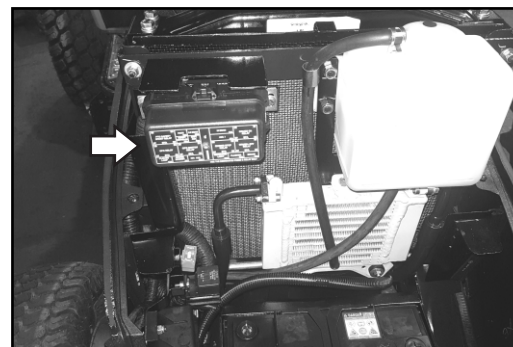

Fig. 5.21
5.21 Fusíveis na caixa de fusíveis (Fig. 5.21)